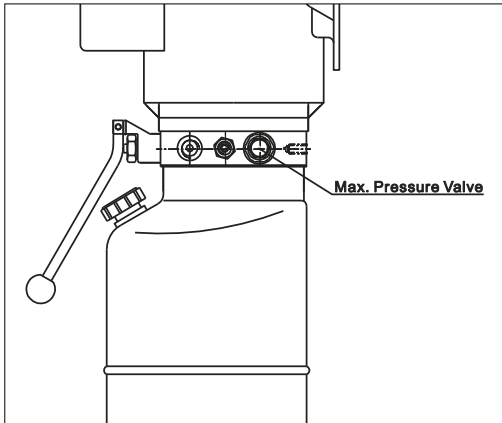

рис. 11
- ◆ Клапан максимального давления (рис.11) установлен в гидравлическом блоке и срабатывает при перегрузке подъемника.